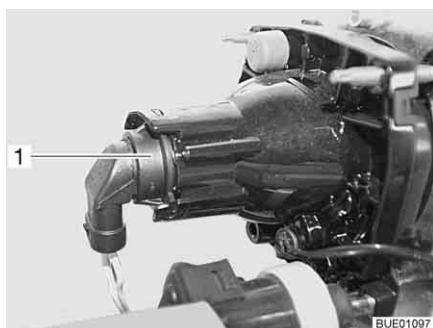

Fig. 265 Feu de croisement/feu de position/feu de route
- Placer la main derrière le support de l'ampoule (Fig. 265,1).